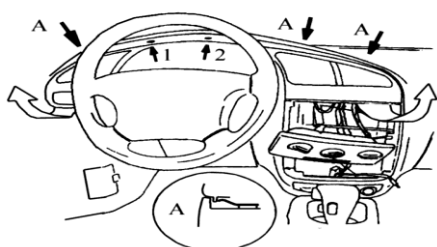

Рис. 5
- 8) Открутите шурупы над приборной панелью (рис. 5). Снять декоративную панель торпеды, аккуратно приподнимая нижнюю часть чтобы не загнуть скобы, и опуская вниз вытяните на себя. Отсоедините все разъёмы.